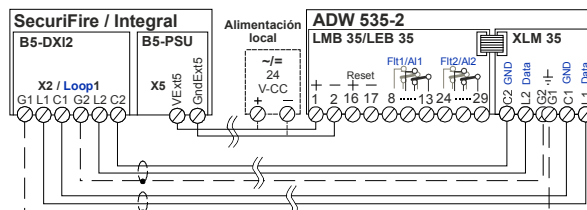

Fig. 28 Conexión desde el XLM 35
- La conexión y el cableado entre el **XLM 35** y la CDI SecuriFire o Integral deben realizarse conforme a la **Fig. 28** (L1 con L1, C1 con C1, etc.).